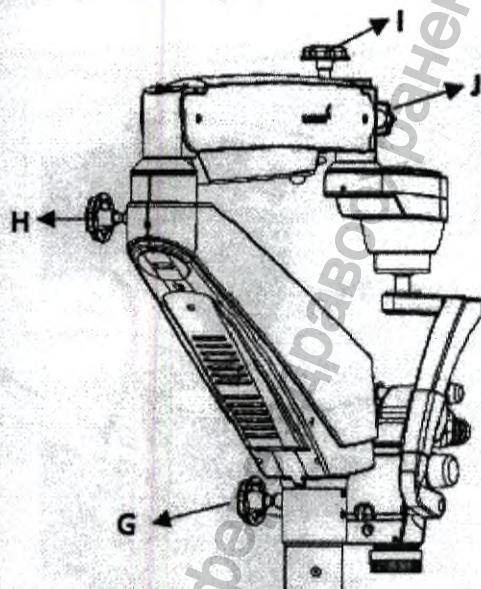

Рис. 16
4. Ручки блокировки (рисунок 16)**а. Ручка блокировки поворотного плеча**